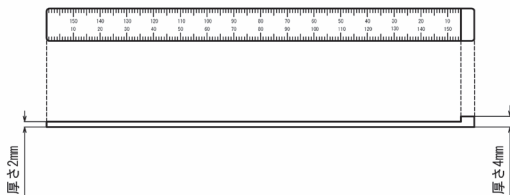

図21 チェックゲージを用いたゴム輪の位置確認
- (1) 専用のチェックゲージ (図21) を用いてゴム輪の位置を確認する。
- (2) 図21に示すように全周にわたって受口と挿し口の隙間にまずチェックゲージの厚さ2mm側を差し込み、その入り込み量 (b) が表6に示す合格範囲内であることを確認する。全周にわたり合格範囲内であれば、そのうち円周8ヵ所について入り込み量 (b) を測定し、測定値をチェックシートに記入する。